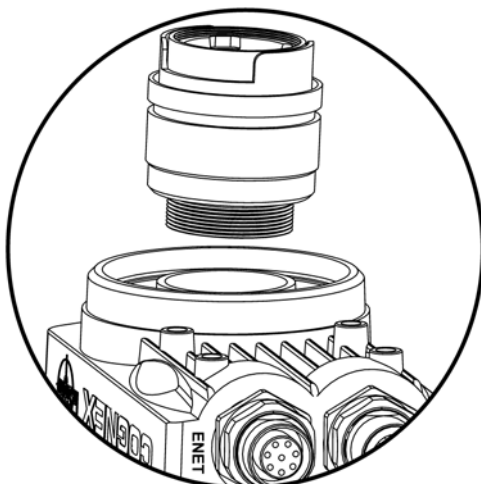

Figure 3-1 : Installation de l'objectif
1. Installez un objectif à monture C sur le capteur (Figure 3-1).